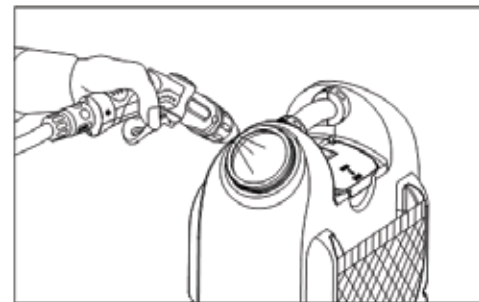

Рис.6
6. Чтобы продуть воздух в системе мойки, направьте пистолет-распылитель в емкость для воды и нажимайте на рычажок до тех пор, пока устойчивая струя воды не будет выходить из шланга (рис.6).